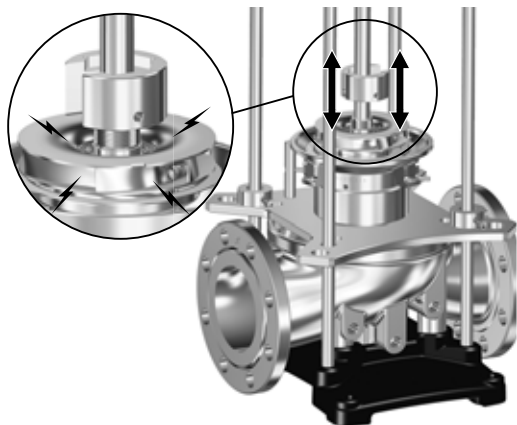

Рис. 27 Установка рабочего колеса (49 или 49а) на валу насоса (51) при помощи приспособления С
1. Установите всасывающий узел (44) поверх вала насоса (51), который установлен в приспособлении Н1 или Н2.
4. Поверните приспособление С и ударьте им по цанге (49b), чтобы зафиксировать рабочее колесо (49 или 49а) на валу насоса (51). См. рис. 27.